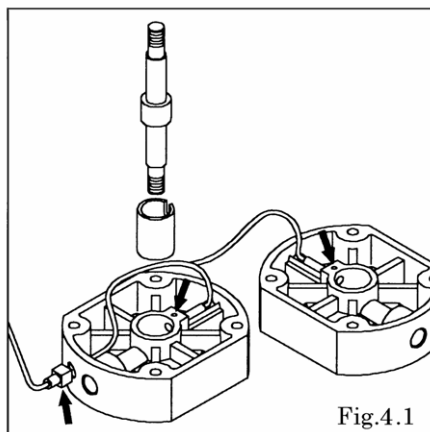

Fig.4.1
- ・ボディを外す。[Fig.4.1]
- ・ガイドを取り外す。[Fig.4.1]
- ・フィッティングを外す。[Fig.4.1]